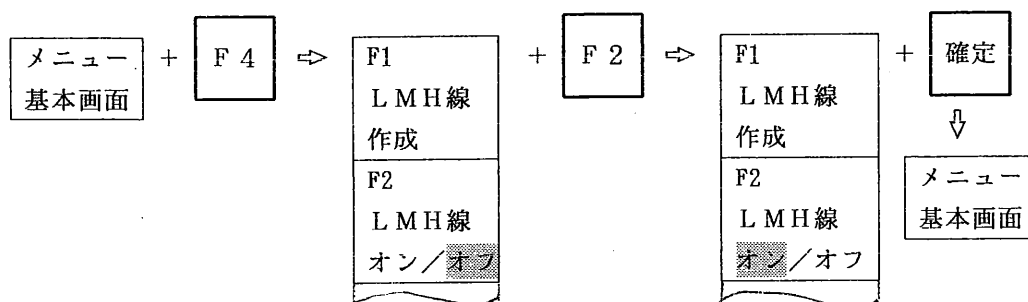

図 9.3.10 LMH 線をオフからオンに変更する方法
(2) ガイダンス表示エリアには〔メイン〕が表示され、探傷画面上にLMH線が表示されておらず、探傷条件表示エリアには〔LMH線間隔〕が表示されている場合
- ① LMH線がオフの状態ですので、図 9.3.10 ように選択キー〔F 4〕を1回押して選